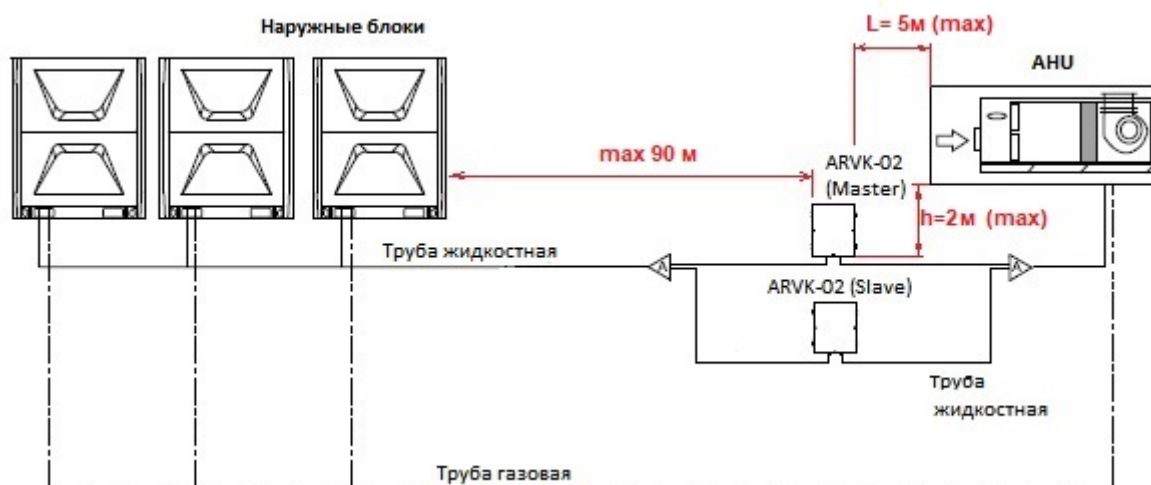

Рис. 3
- Параметры трассы фреонового контура при подключении к АНУ(рис.3)